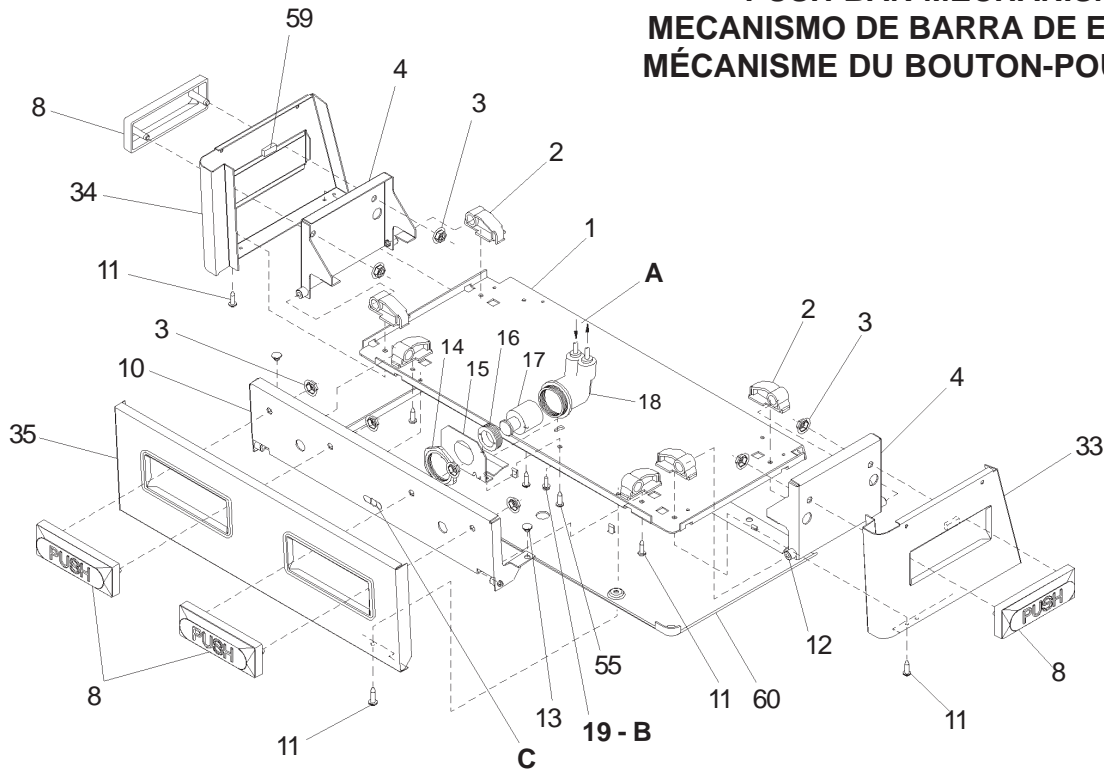

FIG. 6
- 8) Stream height is factory set at 35 PSI. If supply pressure varies greatly from this, adjust screw, accessible by removing front push panel (Item 7, Fig. 6). CW adjustment will raise stream and CCW adjustment will lower stream. For best adjustment, stream should hit basin approximately 6-1/2" (165mm) from bubbler.
- 9) Replace the front panel and secure by re-tightening four (4) screws.
- 8) Le niveau d'écoulement est réglé en usine à 35 PSI. Si la pression varie beaucoup de ce point, ajustez la vis que l'on peut atteindre en retirant le panneau avant (article 7, fig.6). Si vous ajustez dans le sens des aiguilles d'une montre, le jet augmentera et dans le sens contraire, le jet diminuera. Le meilleur ajustement est lorsque le jet frappe le bassin à environ 6-1/2" (165mm) du barboteur.
- 9) Remplacez le panneau avant et fixez le en place en resserrant les quatre (4) vis.